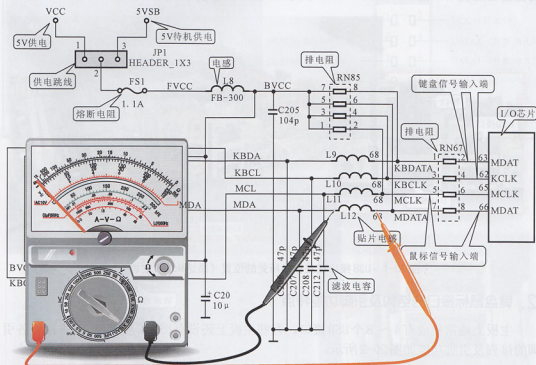

图 19-17 电感器的检测
(2) 如图19-17所示，将万用表搭在电感器L12的两端引脚上时，观察万用表指针读数应为0，如阻值为无穷大，则应再查焊点或更换新的元器件。